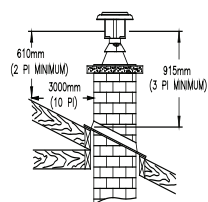

Figure 1
4. Le chapeau d'évacuation du conduit de tubage doit dépasser d'au moins 915 mm (3 pi.) le point de contact entre la cheminée et le toit. Il doit sur-plomber d'au moins 610 mm (2 pi.) tout mur, toit ou édifice adjacent dans un rayon de 3 m (10 pi.) (fig.1).